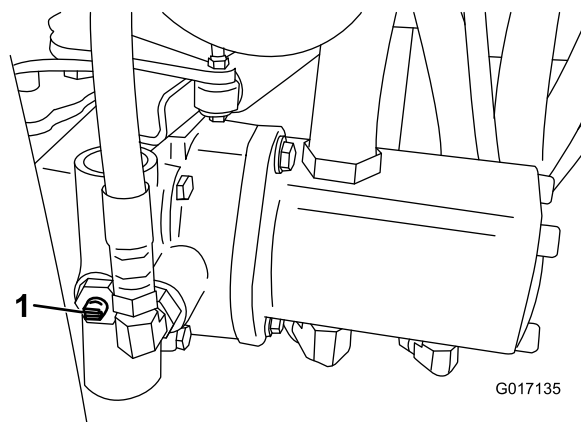

Figura 24
1. Girate la valvola bypass sulla pompa in modo che la scanalatura sia verticale (Figura 24).
2. Prima di avviare il motore chiudete la valvola bypass girandola in modo che la scanalatura sia orizzontale (Figura 24). Non avviate il motore quando la valvola è aperta.